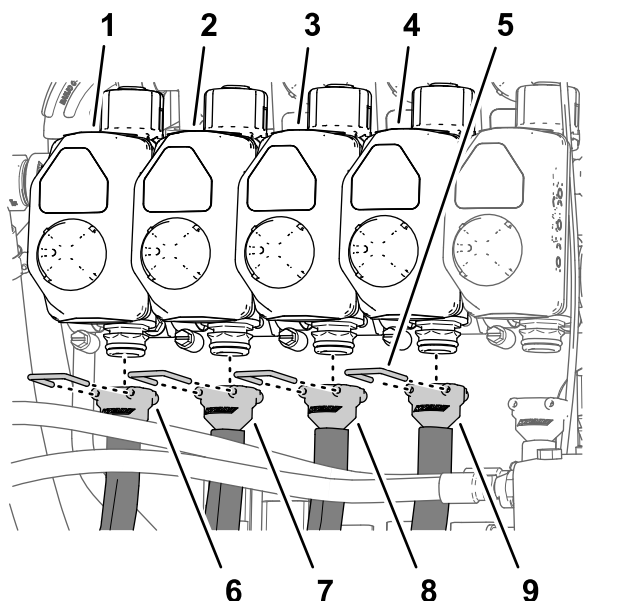
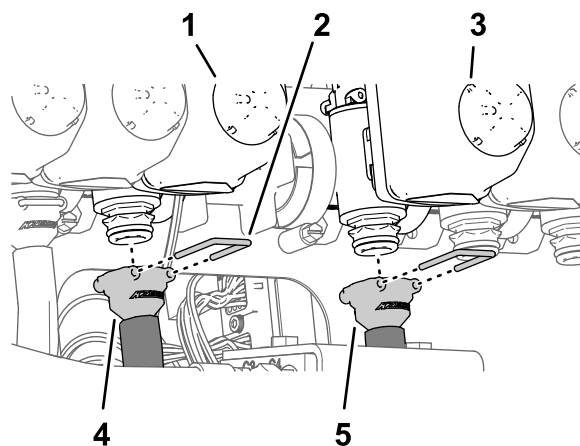
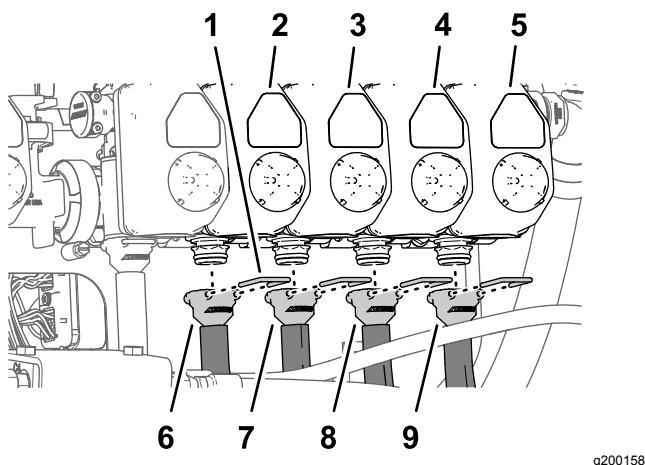

Figura 125
Figura 126
Figura 127
Nota: Consulte la Figura 125 en Conexión de las mangueras a las válvulas de boquillas 1 a 4 \(página 62\), Figura 126 en Conexión de las mangueras a las válvulas de boquillas 5 y 6 \(página 62\), y Figura 127 en Conexión de las mangueras a las válvulas de boquillas 7 a 10 \(página 63\) para conocer las posiciones de las válvulas de las boquillas.
1. Monte el acoplamiento dentado recto de una manguera de suministro de 279 cm en el acoplamiento de la válvula de boquilla 1 (Figura 125).
2. Sujete el acoplamiento dentado al acoplamiento con una horquilla de retención (Figura 125).
3. Monte el acoplamiento dentado recto de una manguera de suministro de 234 cm en el acoplamiento de la válvula de boquilla 2 (Figura 125).
4. Sujete el conector dentado al acoplamiento con una horquilla de retención (Figura 125).
5. Monte el acoplamiento dentado recto de una manguera de suministro de 188 cm en el acoplamiento de la válvula de boquilla 3 (Figura 125).
6. Sujete el conector dentado al acoplamiento con una horquilla de retención (Figura 125).
7. Monte el conector dentado recto de una manguera de suministro de 188 cm en el acoplamiento de la válvula de boquilla 4 (Figura 125).
8. Sujete el conector dentado al acoplamiento con una horquilla de retención (Figura 125).
1. Monte el acoplamiento dentado recto de una manguera de suministro de 81 cm en el acoplamiento de la válvula de boquilla 5 (Figura 126).
2. Sujete el conector dentado al acoplamiento con una horquilla de retención (Figura 126).
acoplamiento de la válvula de boquilla 6 (Figura 126).
4. Sujete el conector dentado al acoplamiento con una horquilla de retención (Figura 126).
1. Monte el conector dentado recto de una manguera de suministro de 188 cm en el acoplamiento de la válvula de boquilla 7 (Figura 127).
2. Sujete el conector dentado al acoplamiento con una horquilla de retención (Figura 127).
3. Monte el conector dentado recto de una manguera de suministro de 188 cm en el acoplamiento de la válvula de boquilla 8 (Figura 127).
4. Sujete el conector dentado al acoplamiento con una horquilla de retención (Figura 127).
5. Monte el conector dentado recto de una manguera de suministro de 234 cm en el acoplamiento de la válvula de boquilla 9 (Figura 127).
6. Sujete el conector dentado al acoplamiento con una horquilla de retención (Figura 127).
7. Monte el conector dentado recto de una manguera de suministro de 279 cm en el acoplamiento de la válvula de boquilla 10 (Figura 127).
8. Sujete el conector dentado al acoplamiento con una horquilla de retención (Figura 127).